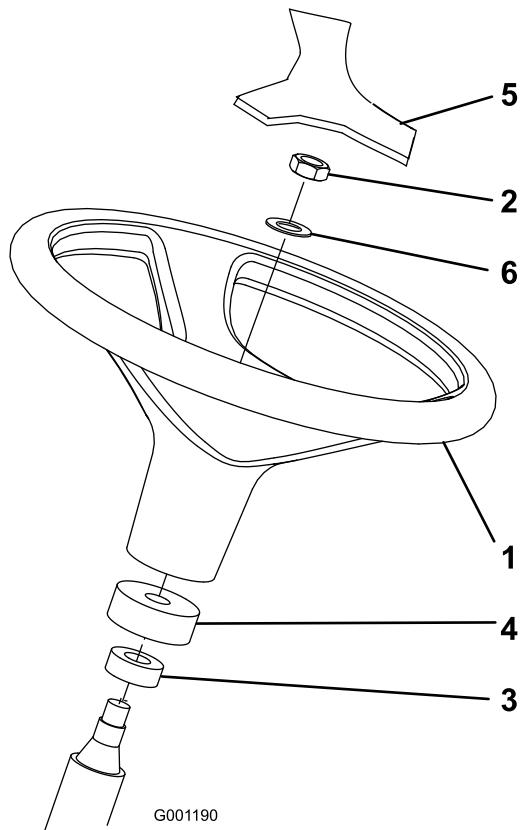

図 3
スト・カバーがシャフトについていることを確認する(図 3)。
- ハンドルとワッシャをステアリング・シャフトにはめ込む(図 3)。
- ハンドルにカバーを取り付ける(図 3)。